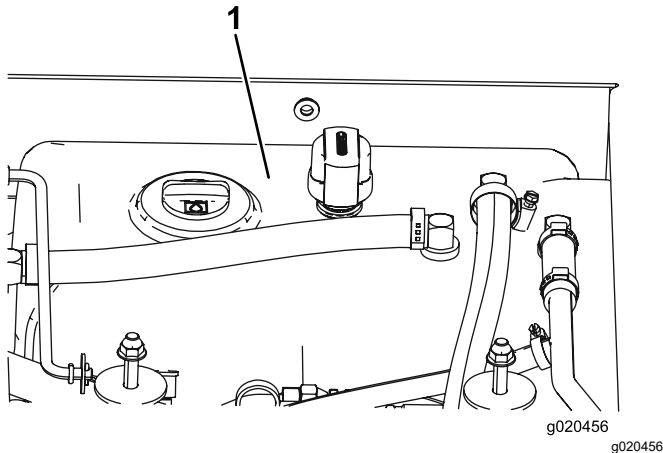

Figure 118
- Remplissez le réservoir (Figure 118) de liquide hydraulique ; voir Contrôle du niveau de liquide hydraulique \(page 86\).